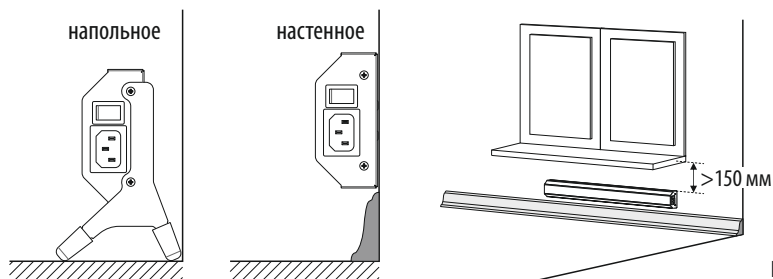

Рисунок 3.
- 6.2. Обогреватель необходимо устанавливать возле стены или на подоконнике на ножки, или подвешивать на стену над плинтусом. Для нормальной работы конвектора необходимо обеспечить расстояния до предметов, указанные на рис. 3.